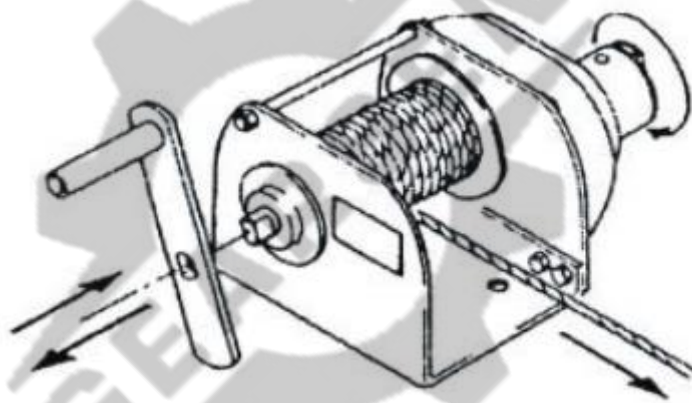

Рисунок 12. Направления намотки и раскручивания каната
- Направление намотки переключается рычагом переключения. Когда нет нагрузки, оператор может наматывать или разматывать канат быстро при помощи ручки, наматывать канат против часовой стрелки и раскручивать канат в направлении по часовой стрелке (см. рисунок 12).